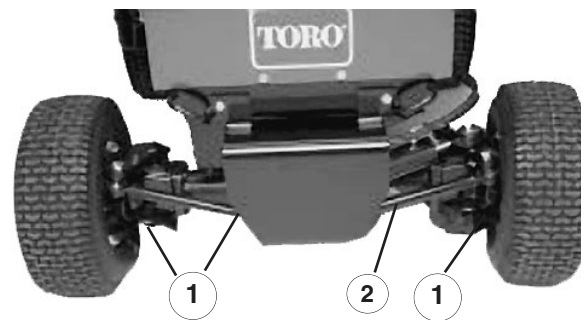

Bild 38
2. Reinigen Sie den Bereich um die Verschluss-schrauben, (1) an jedem Ende und (1) in der Mitte (Bild 38).
2. Entfernen Sie die Muttern, mit der eine der Spurstangen-Kugellagen am Befestigungsbügel der Achse abgesichert ist. Entfernen Sie das Kugellager von der Achse (Bild 38).